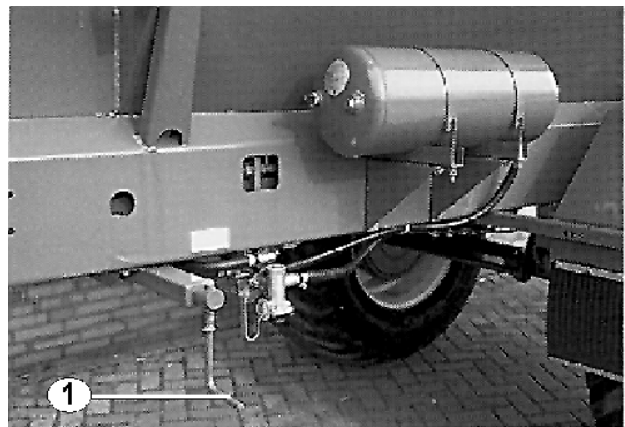

Fig. 20
- Die Betätigung der Feststellbremse erfolgt bei Großflächenstreuern mit Druckluftbremse über die Kurbel (Fig. 20/1) seitlich am Fahrzeug. Kurbel bis zum Anschlag rechts herum drehen.